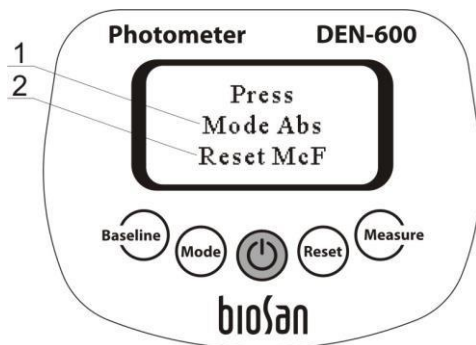

Figura 2. Seleção do modo de medição
- Dois modos de medição para operação estão disponíveis – McFarland (McF) e Abs (Absorbância) ver Figura 2 e **5.3**.
- 5.3 Seleção do modo de medição (Figura 2).** Selecione unidades de medida pressionando a tecla **Reset** para McF (fig. 1/5) e a tecla **Mode** para Abs (fig. 1/3).